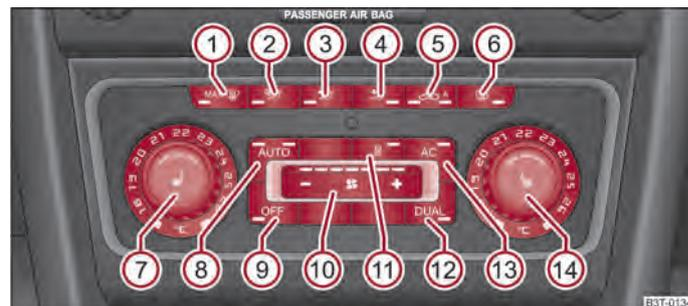

Abb. 111 Climatronic: Bedienelemente
- Drücken Sie die Taste (AUTO) ⇒ Abb. 111.
- Wenn die Frontscheibe beschlägt, drücken Sie die Taste **(MAX)** **(1)** ⇒ Abb. 111. Nachdem die Frontscheibe beschlagfrei ist, drücken Sie die Taste **(AUTO)**.
- Drücken Sie die Taste  ⇒ Abb. 111.